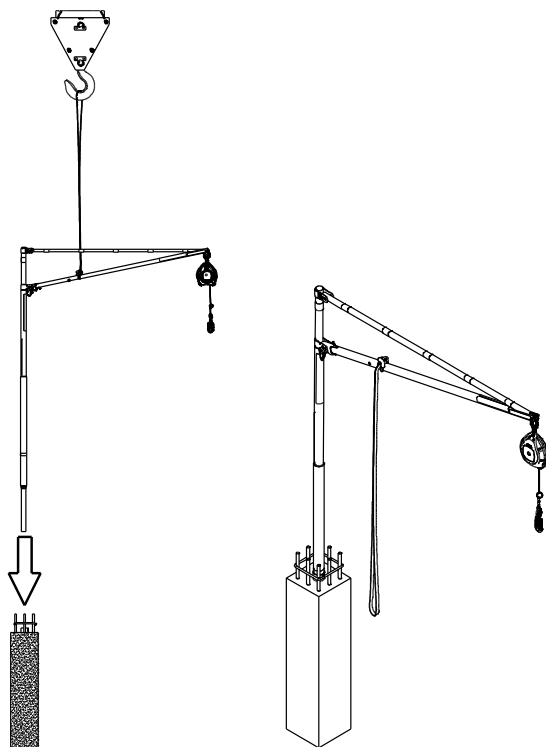

Bild 30. Placering av SkyReach Förankringsenhet.
3. Se till att den medföljande Bandslingen är korrekt fastsatt i Lyftöglan. Fäst kranenkroken till Bandslingen och lyft SkyReach Förankringsenhet. Ta bort plastpluggen från Ingjutningshylsan, sänk sedan SkyReach Förankringsenhet ned i hylsan, se Bild 30. Vid behov kan SkyReach Teleskophake användas för att styra SkyReach Förankringsenhet på plats genom kroka runt masten och styra Förankringsenheten till rätt position.